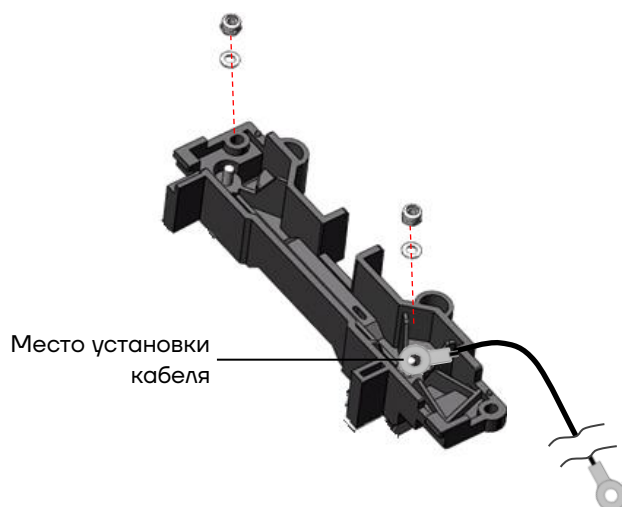

Рисунок 25. Место установки клеммы кабеля заземления с внутренней части основания ТПГ
- 6** Зафиксировать новый экземпляр **ТПГ** между основанием, рычагом открытия крышки и рычагом натяжения, установив кабель заземления (рисунок 25). Подключить кабель **ТПГ**.